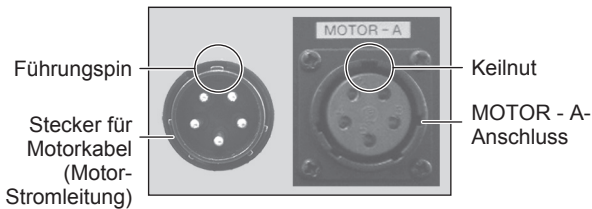
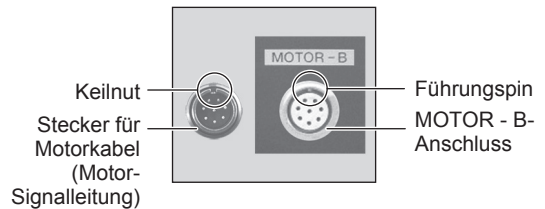

Abb. 16
Abb. 17
- (1) Stellen Sie sicher, dass der Ausrichtungsstift des Motorkabelsteckers (Stromleitung) nach oben zeigt (12 Uhr).
- (2) Führen Sie den Ausrichtungsstift des Motorkabelsteckers (Stromleitung) vorsichtig in die Keilnut der Motorbuchse (MOTOR - A-Anschluss) an der Rückseite des CONTROLLER ein und drücken Sie ihn gerade ein. Ziehen Sie den Befestigungsring des Motorkabelsteckers (Stromleitung) fest. (Abb. 16, 18).
- (3) Stellen Sie sicher, dass der Ausrichtungsstift des Motorkabelsteckers (Signalleitung) nach oben zeigt (12 Uhr).
- (4) Führen Sie die Keilnut des Motorkabelsteckers (Signalleitung) vorsichtig in den Ausrichtungsstift der Motorbuchse (MOTOR - B-Anschluss) an der Rückseite des CONTROLLER ein und drücken Sie sie gerade ein. Ziehen Sie den Befestigungsring des Motorkabelsteckers (Signalleitung) fest. (Abb. 17, 18).